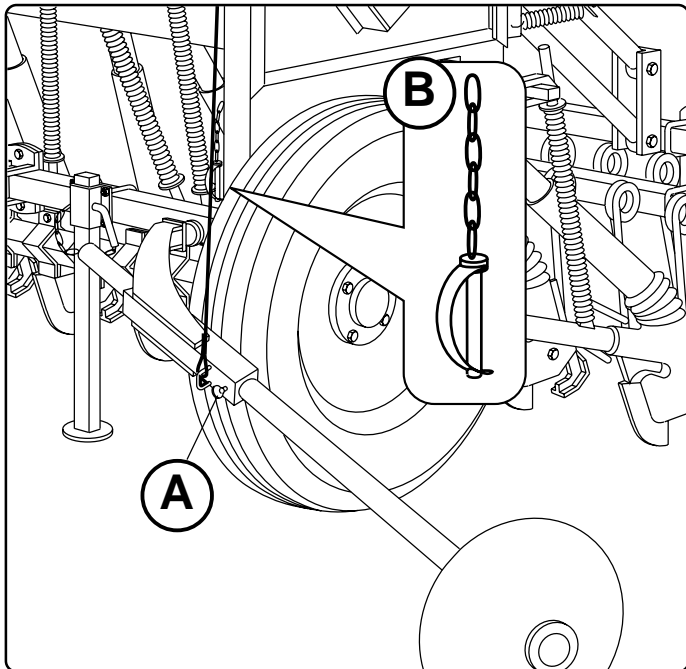
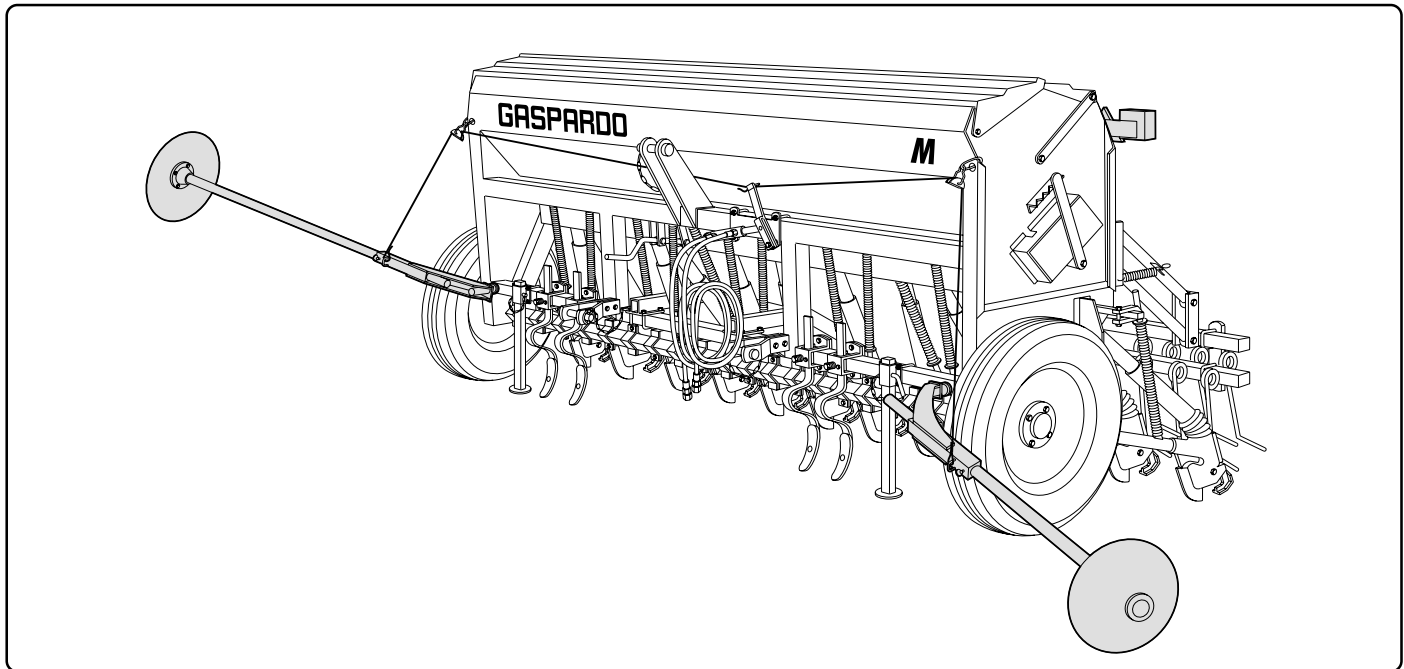

Fig. 22
Fig. 23
- allentare il bullone (A Fig. 22).
- bloccare il bullone (A Fig. 22).
- *Loosen the bolt (Fig. 22, A).*
- *Tighten the bolt (Fig. 22, A).*
- die Mutterschraube (A Abb. 22) lösen.
- die Mutterschraube (A Abb. 22) sperren.
- *desserrer le boulon (A Fig. 22)*
- *bloquer le boulon (A Fig. 22)*
- aflojar el perno (A Fig. 22);
Registrazione la lunghezza delle funi in modo tale che durante il lavoro rimangano tese (Fig. 23).
Durante il trasporto bloccare in posizione verticale i bracci marcafile tramite la spina (B Fig. 22).
Adjust the length of the cables so that during work they stay taut (Fig. 23).
Lock the row marker disk arms in a vertical position during transport by using the pegs (Fig. 22, B).
Die Seile derart regulieren, daß sie während des Betriebs der Maschine stets gespannt bleiben (Abb. 23)
Während dem Transport die Spurreisserarme durch den Stift (B Abb. 22) in senkrechter Lage blockieren.
Régler la longueur des cordes afin qu'elles restent tendues durant le travail (Fig. 23).
Pendant le transport, bloquer en position verticale les bras à tracer par la goupille (B Fig. 22).
- bloquear el perno (A Fig. 22).
Regule la longitud de los cables para que queden tensos durante el trabajo (fig. 23). Durante el transporte bloquear en posición vertical los brazos marcadores de hileras mediante la clavija (B Fig. 22).